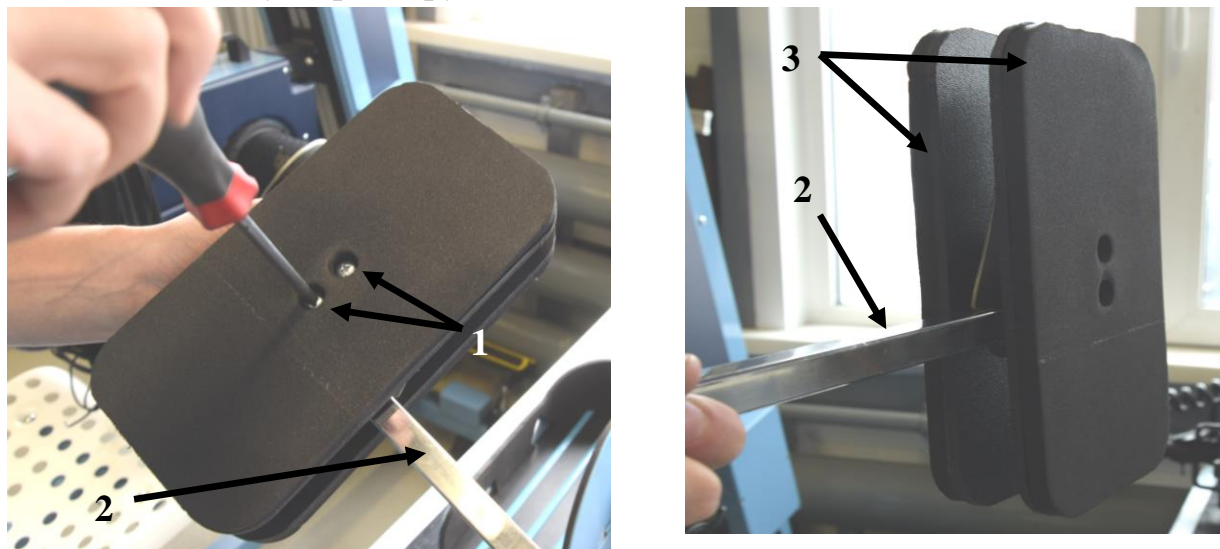

Рисунок 9
- ✓ вытащить фиксирующие винты (1, рис.9);
- ✓ убрать пластины абдуктора (3, рис.9);